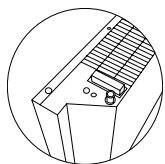

Fig. 6
Duke përdorur shasinë (vijinë veçmas), pasi keni studiuar figurën e fiksimit (fig. 6), instaloni pajisjen në dysHEME:
1. Ktheni me kujdes konvektorin përmbys. (Fig. 6).